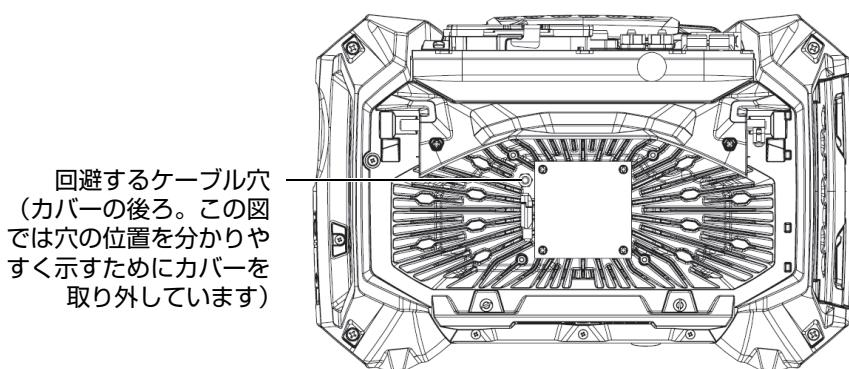

図 4-1 冷却ファン筐体の内部（ケーブル穴を示すためにカバーを外した状態）
1. ファンの開口部にある埃や汚れを確認し、筐体外部からあらゆる方向に圧縮空気を吹き付けて飛ばします（最大圧力 207 kPa）。ただし、ファン筐体内のケーブル穴に直接吹き付けないでください（53 ページの図 4-1）。